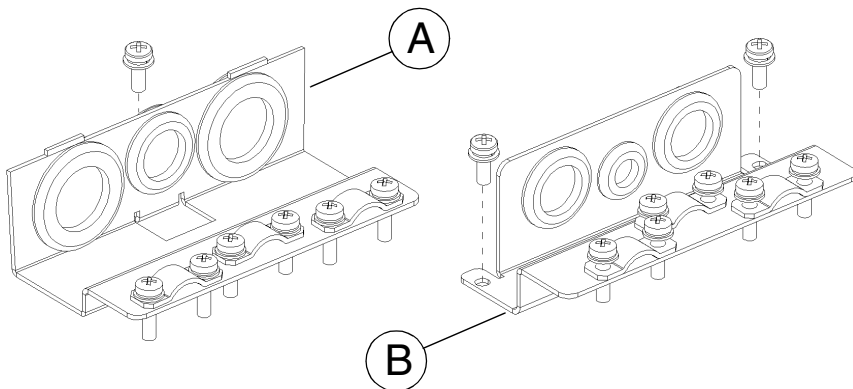

Figura 17 Placa de suporte para **cabos de alimentação (A)** e para **cabos de controle (B)**, conversores de frequência tipo IP 21 / NEMA1.
Placa de suporte para os cabos de controlo (B), ver Figura 17.